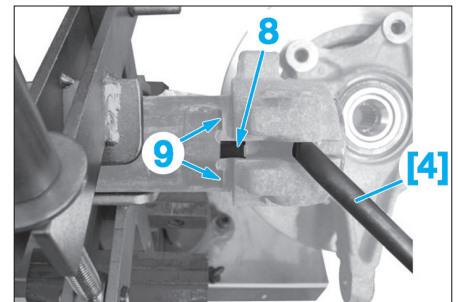

Fig. 14
- Le bossage (8) permet de positionner angulairement l'élément de suspension par rapport au pivot (Fig.14).
- Les bossages (9) font office de butée.